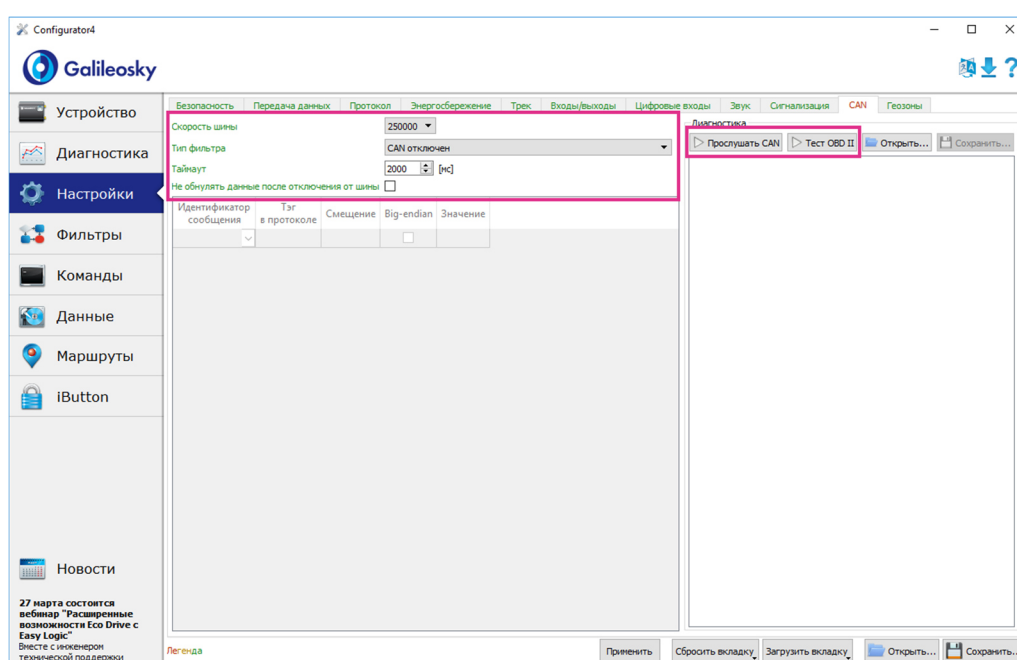

Рис. 14
1. Настройка про помощи ПО «Конфигуратор». После запуска ПО «Конфигуратор» перейдите на вкладку «Настройки» -> «CAN» и выполните необходимые настройки. (рис. 14)